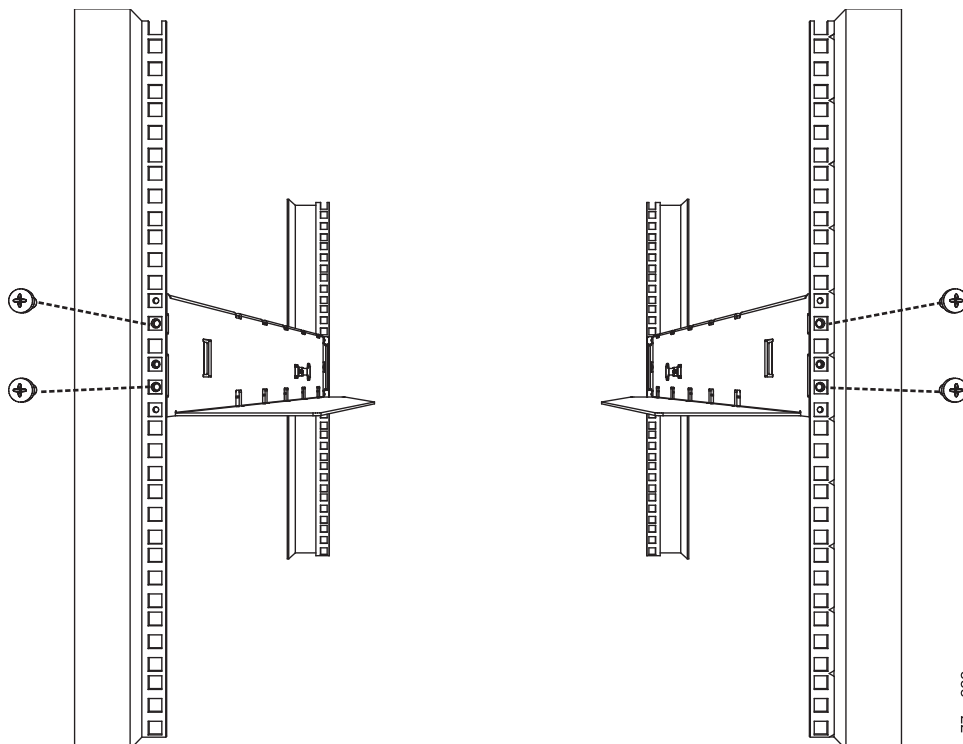

Abbildung 160. Vorderansicht eines Racks mit der Position der Befestigungsschrauben
2. Ziehen Sie weitere Personen zur Unterstützung hinzu, und schieben Sie das Ersatz-Kassettenarchivgehäuse auf die bereits im Rack befindlichen Metallschienen (siehe Abb. 160).